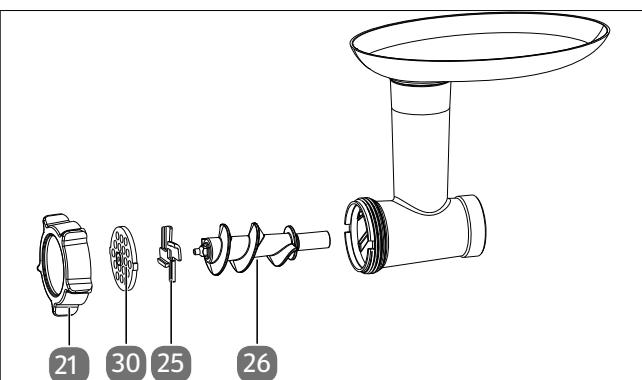

Fig. 12 – Accesories of the chopper
- Monte la picadora con los accesorios en el orden anteriormente indicado (véase Fig. 12).